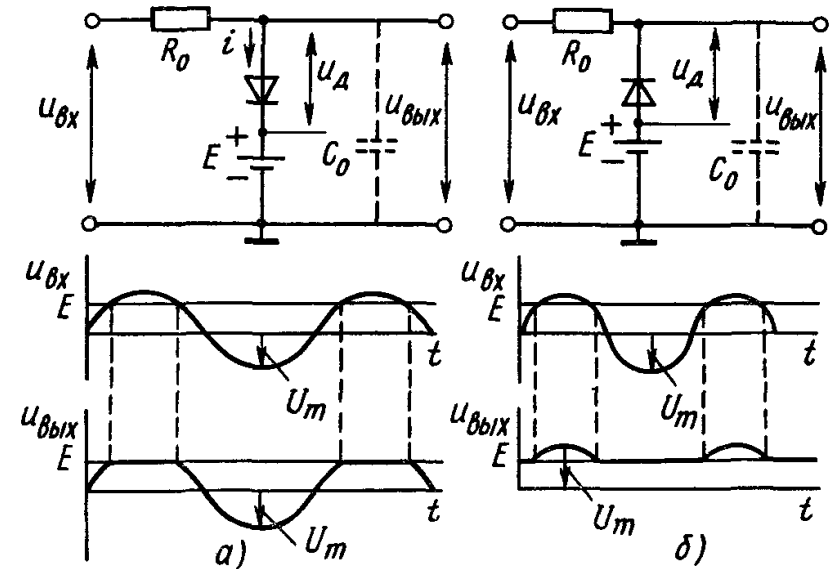

Рис. 19.23
- параллельные (рис. 19.23, а, б) схемы ограничения электрических сигналов.